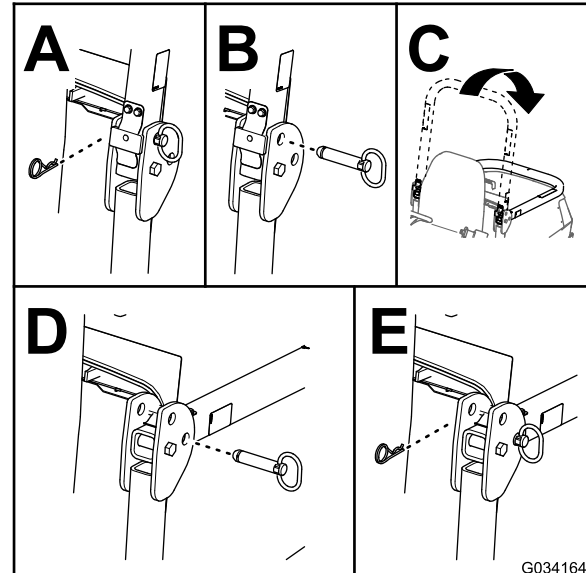

Figura 30
2. Retire las chavetas y los pasadores de la barra antivuelco (Figura 30).
3. Baje la barra antivuelco y fíjela con los pasadores y las chavetas (Figura 30).